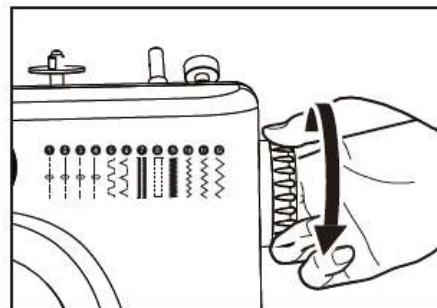

Fig.14
- 7. Na het naaien, schakel de machine uit, haal de stekker uit het stopcontact, draai het handwiel om de naald volledig omhoog te zetten, breng de naivoet omhoog, verwijder de stof voorzichtig uit de naaimachine en knip de draad door met de draadafsnijder (Fig.14).